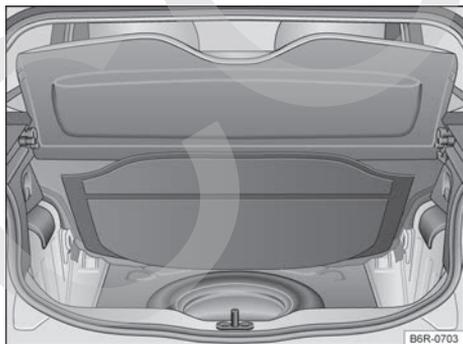

Fig. 110 En el maletero, debajo de la moqueta: rueda de emergencia y herramientas de a bordo.
Las herramientas de a bordo y la rueda de emergencia están ubicadas en el maletero, debajo de la moqueta → fig. 110.
- Levantar el revestimiento del maletero → fig. 110.